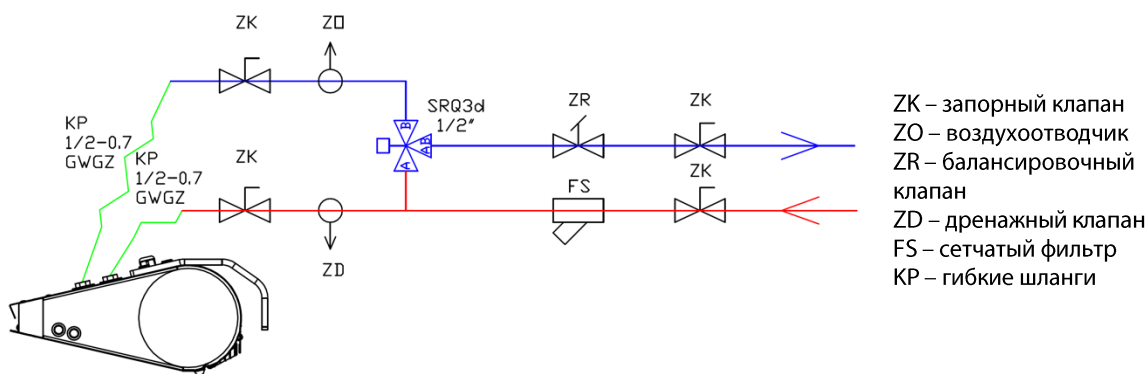

РИС. 17.3 ПРИМЕР СИСТЕМЫ СОЕДИНЕНИЯ ГИДРАВЛИЧЕСКИХ ЭЛЕМЕНТОВ.
3. Установка должна быть выполнена таким образом, чтобы в случае аварии, можно было демонтировать устройство (рекомендуется использование гибких подводок). Для этого примените запорную арматуру прямо на устройстве. (Рис. 17.3)